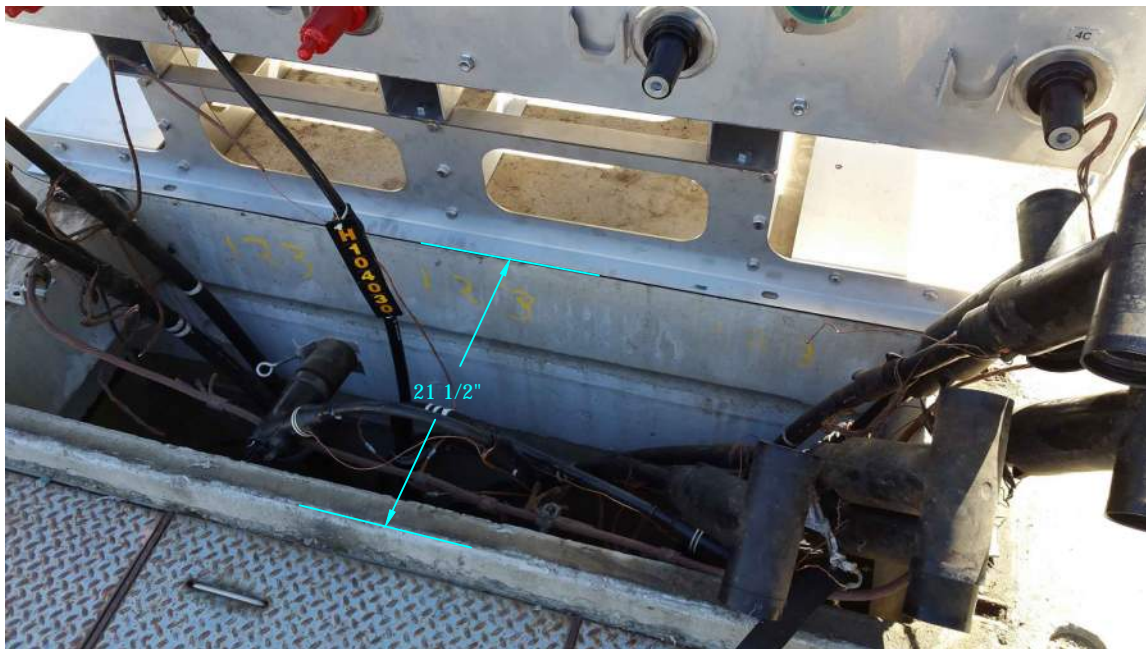

FIGURE 6
D. MOTOR OPERATOR LINKAGE REQUIRES 20-INCHES OF SPACE IN THE OPEN POSITION TO NOT IMPACT THE PADMOUNT ENCLOSURE DOORS. LEAVE 21 1/2 INCHES FROM THE FACE OF THE SWITCH TO THE PADMOUNT ENCLOSURE DOORS. SEE FIGURE 6.